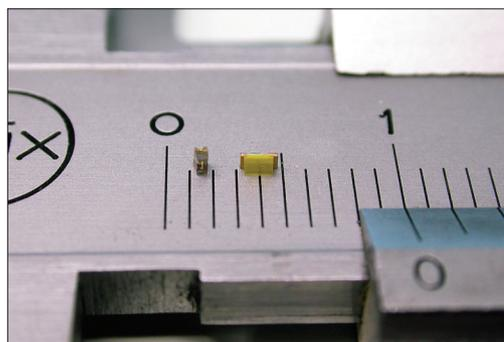

Abbildung 7: Größenvergleich, links gelb, rechts die weiße LED
- sehr klein, Bauform 0603, d.h. 1,6 x 0,8 x 0,8 mm, Abb. 7